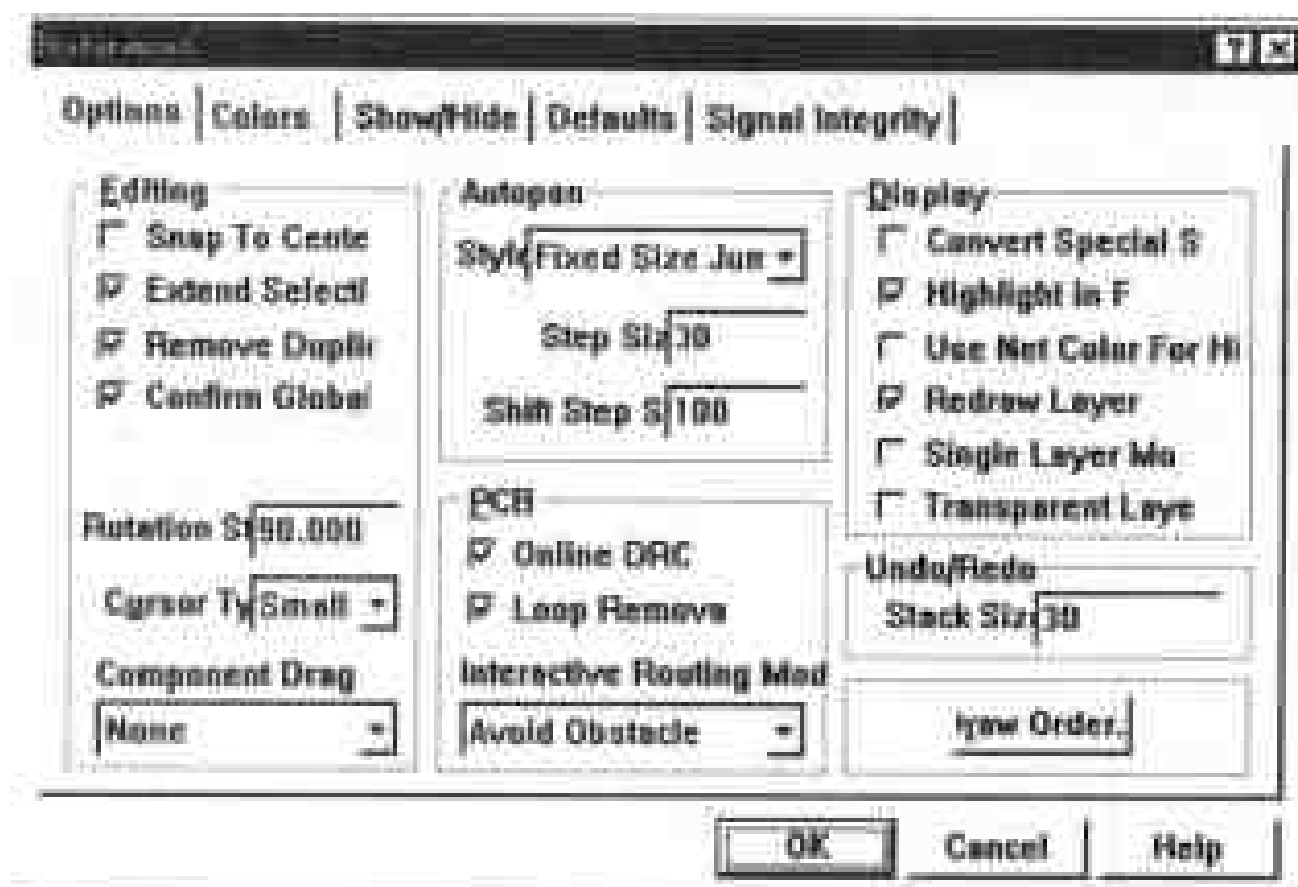

图 6-5 Preferences 对话框
(1) 主菜单启动。选择主菜单的菜单项 Tools\Preferences..., 即可启动 Preferences 对话框, 如图 6-5 所示。
(2) 鼠标右键启动。在 PCB 设计窗口单击鼠标右键, 弹出一个菜单, 在弹出菜单中选择 Option...\Display..., 即可启动 Preferences 对话框, 如图 6-5 所示。
(3) 快捷键启动。在设计窗口中, 从键盘上连续击键 T、P, 即可启动 Preferences 对话框, 如图 6-5 所示。
从图 6-5 我们可以看出，这个对话框有 5 个标签页，即“Options（选项）”、“Colors（颜色）”、“Show/Hide（显示/隐藏）”、“Defaults（默认设置）”、“Signal Integrity（信号完整检查）”。下面分别给予详细介绍。
Options 标签页如图 6-5 所示，此页有以下 6 个区域。